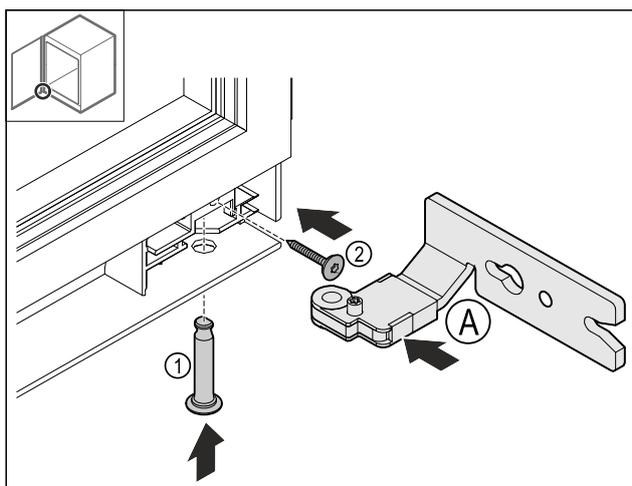

Fig. 26
- Nasadíte dolný záves Fig. 26 (A).
- Zasuňte a pridržite čap Fig. 26 (1).
- Pevne utiahnite skrutku Fig. 26 (2).